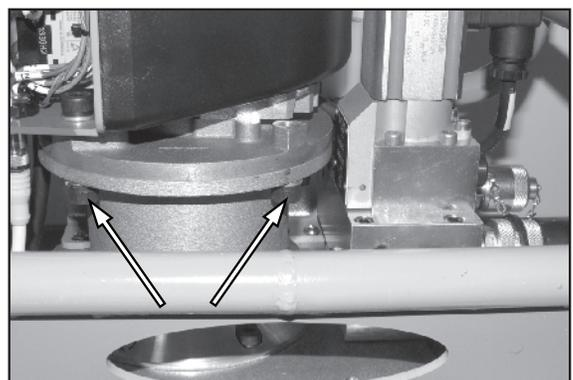

Figure 14.
3. Voir Figure 14. Retirez les quatre boulons du moteur. (Deux de chaque côté.)